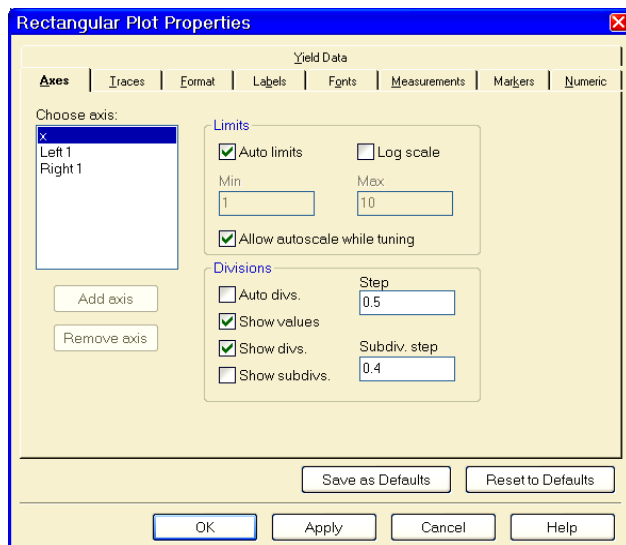

Рис. 3.26
2. Щёлкните правой кнопкой мышки по полученному графику и выберите **Properties**. Откроется диалоговое окно свойств графика (рис. 3.26).